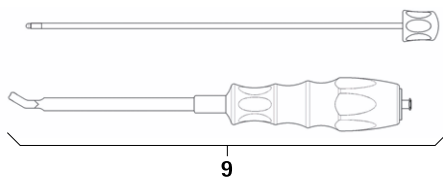

Afb. 4
- Demonteer de distractor 8 met de distractiebladen, zie Afb. 4: Bedien de schuif B en verwijder het distractieblad FW239R.